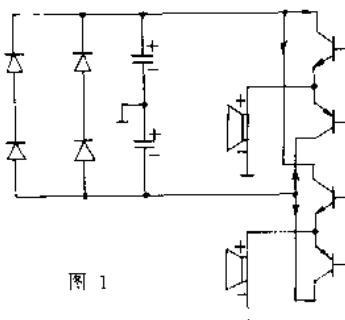

图 1
普通市售功放的共同点是：①左右声道完全相同；②共用同一组电源；③扬声器相位接法一致（图1）。经仔细分析便发现会有以下缺点：①正（或负）半波工作时，只有、且仅有正（或负）电源工作，易造成正（或负）电源